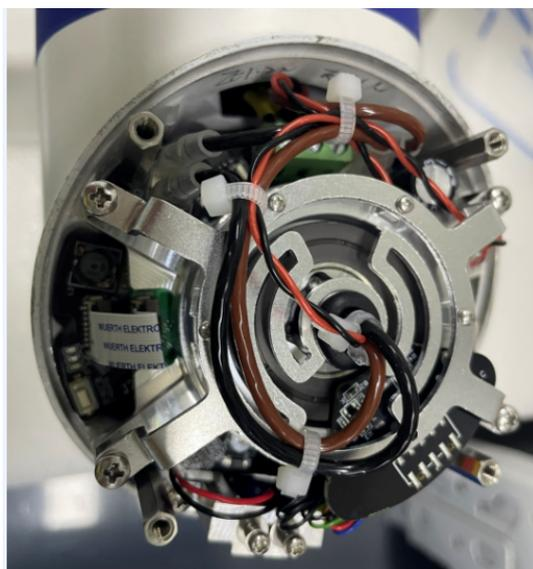

图 3-13: 重连电线
4. 正确地重新连接电线并扎好，如**图 3-13**所示；